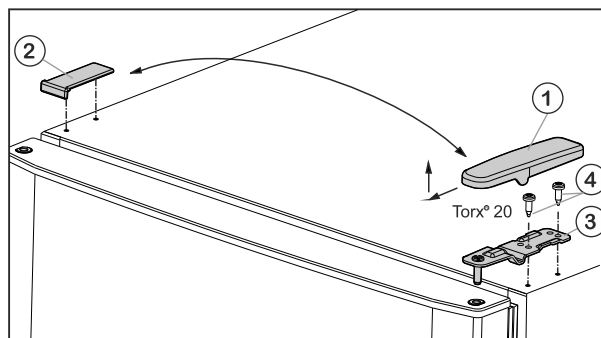

Fig. 5
- Kryt Fig. 5 (1) odoberte smerom dopredu a hore.
- Kryt Fig. 5 (2) nadvihnite.
- ▶ Hornú ložiskovú konzolu *Fig. 5 (3)* odskrutkujte (2 krát Torx® 20) *Fig. 5 (4)* a odoberte smerom hore.
- ▶ Vrchnú ložiskovú konzolu *Fig. 5 (3)* nasadíte na novej strane závesu do dverí.
- ▶ Hornú ložiskovú konzolu **pevne (pomocou krútiaceho momentu 4 Nm)** priskrutkujte (2x Torx® 20) *Fig. 5 (4)*. V prípade potreby použijete akumulátorový skrutkovač.
- ▶ Kryt *Fig. 5 (1)* nasadíte na opačnú stranu zvonka a zaklapnete.
- ▶ Kryt *Fig. 5 (2)* nasadíte vždy na opačnú stranu zhora a zaklapnete.